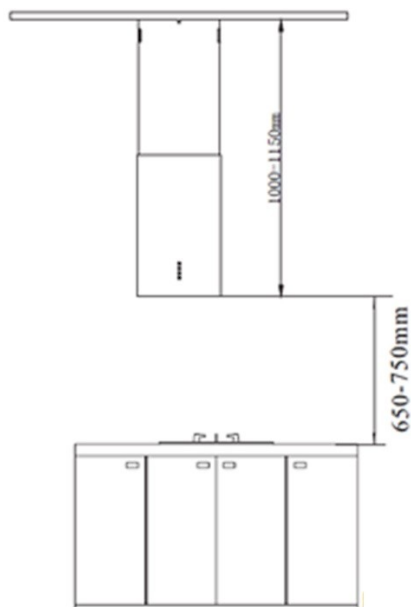

Рисунок 1
2. Для обеспечения наилучшей эффективности вытяжка должна быть установлена на расстоянии 65 – 75 см над варочной панелью. См. рисунок 1.